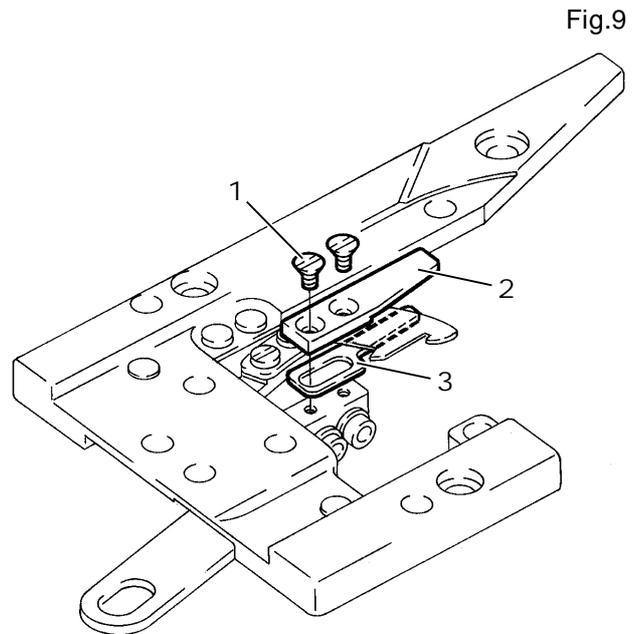

Fig.9
1. Dévisser les vis **1** puis retirer le couteau supérieur **2** et le ressort à lames **3**. Mettre un couteau neuf en place. Après le montage du nouveau couteau supérieur **2**, serrer provisoirement les vis **1** (voir la fig. 9).